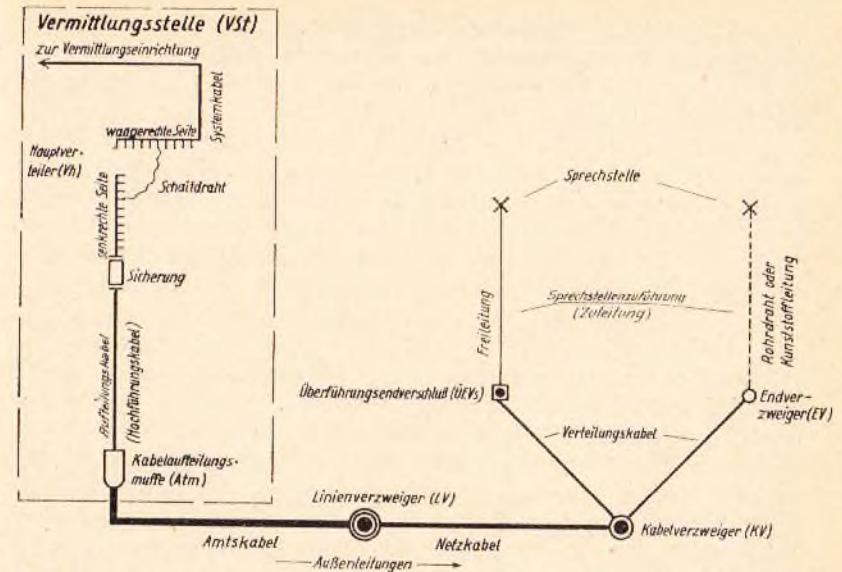

Abb. 1 Kabelverbindung zwischen Vermittlungsstelle und Sprechstellen
**Der Hauptverteiler** ist eine **Schalteneinrichtung der VSt**, an der die Vermittlungseinrichtung über die Schaltdrähte mit den Außenleitungen verbunden wird. Er trennt also die VSt von dem Leitungsnetz (siehe Abb. 1).